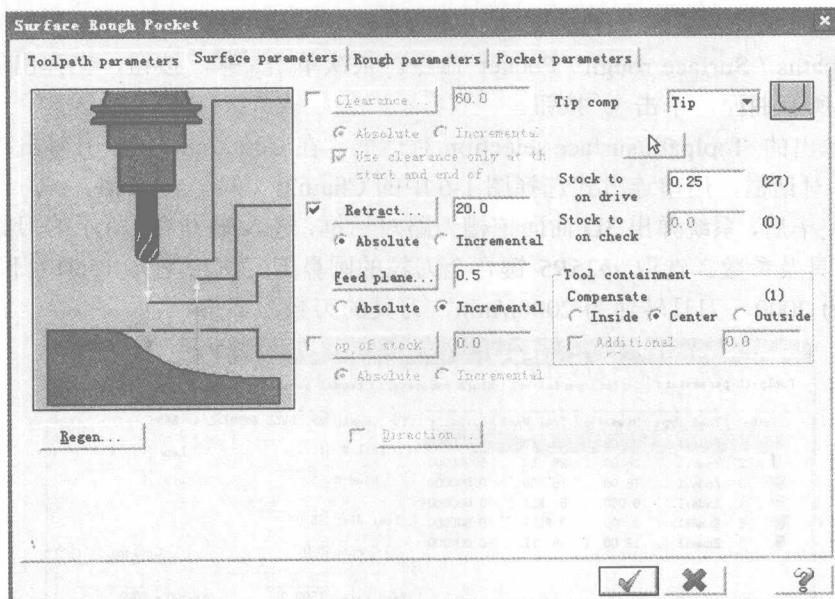

图 1-9 曲面参数
④ 单击曲面挖槽刀路中 Surface parameters 对话框，曲面参数设置如图 1-9 所示。加工余量 0.25mm 参数说明如下所述。